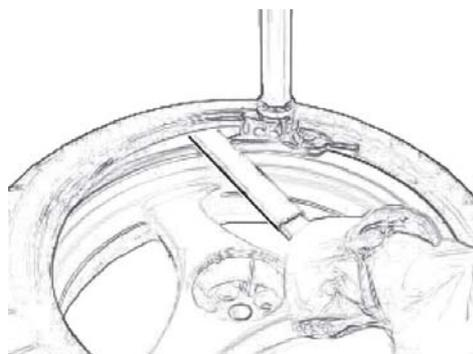

Fig. 4.3-1b
E. Faire tourner l'autocentrante par à-coups et utiliser le levier de la main gauche pour soulever et orienter le talon du pneu sur l'outil de montage/démontage (Fig. 4.3-1b).